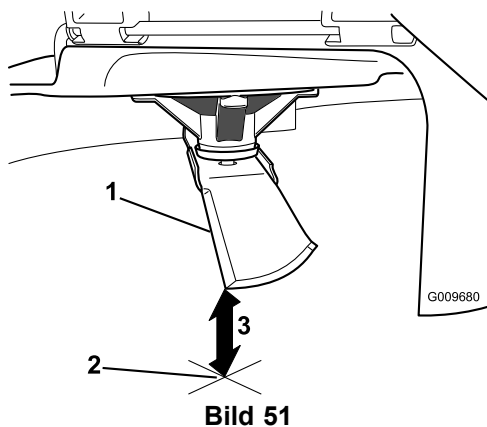

Bild 51
- Messen Sie von der Messerspitze bis zu ebenen Fläche (Bild 51).